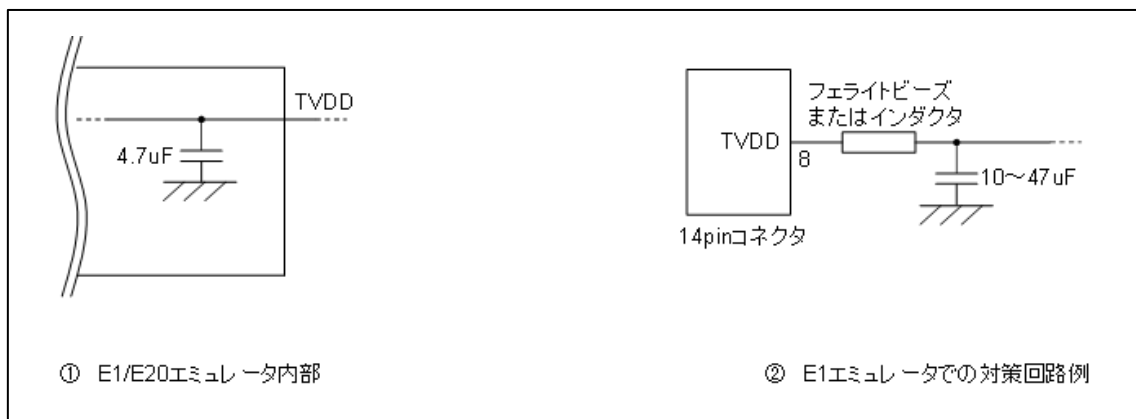

図 2-8 ホットプラグイン向け対策回路
ホットプラグイン接続を行う可能性がある場合には、下記のような回路構成にしておく必要があります。図 2-8 ①のように E1 エミュレータの 8 番ピンには、エミュレータ内部で 4.7 μ F のコンデンサが付いているため、ホットプラグイン接続を行う場合はユーザシステム上の電源電圧が一瞬低下する場合があります。この電圧降下により MCU リセットが発生する可能性があります。図 2-8 ②に示すように、エミュレータ接続コネクタの TVDD ラインの直近にフェライトビーズ (またはインダクタ) と低 ESR で大きめのコンデンサを付けることで症状を軽減することができますが、本対策は、電圧降下を完全に改善するものではありません。なお、ホットプラグイン接続はデバッグ時のみ有効な機能であり、本機能を使用する場合は、別売のホットプラグインアダプタが必要です。